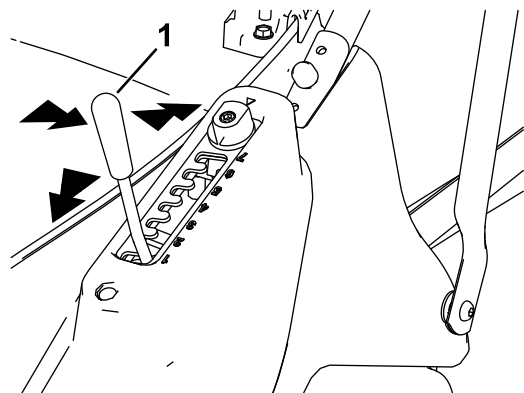

Figura 16
1. Sujete la palanca de altura de corte y tire hacia un lado para liberarla de la muesca de bloqueo (Figura 16).
2. Empuje la palanca hacia adelante para bajar la altura de corte, o tire de la palanca hacia atrás para elevar la altura (Figura 16).
3. Suelte la palanca en la posición deseada y asegúrese de que queda firmemente bloqueada en una de las 7 muescas de ajuste (Figura 16).